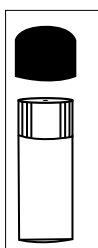

Figure 3A
2. Retirez le capuchon en vinyle du flacon pour exposer le petit trou de fuite, comme indiqué sur la figure 3A ci-dessous. **NE PAS RETROUVER LE CAP NOIR DE LA BOUTEILLE.**